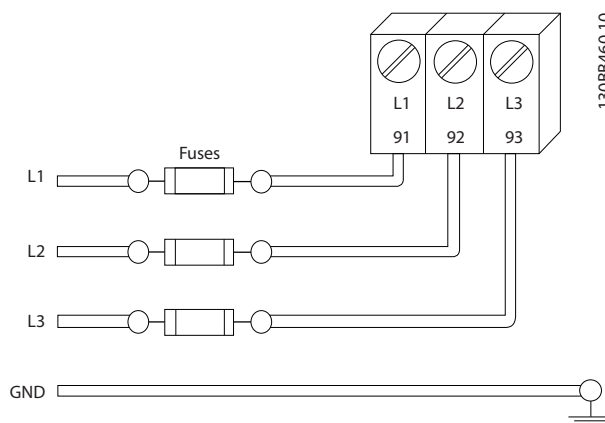

図 2.6 周波数変換器ヒューズ
- すべての周波数変換器は短絡および過電流保護を備えている必要があります。入力ヒューズが保護のために必要です。図 2.6 を参照してください。工場で装備されない場合、ヒューズはインストレーションの一部として設置作業員によって取り付けられます。設置、10.3 フェーズ表の最大ヒューズ定格を参照してください。